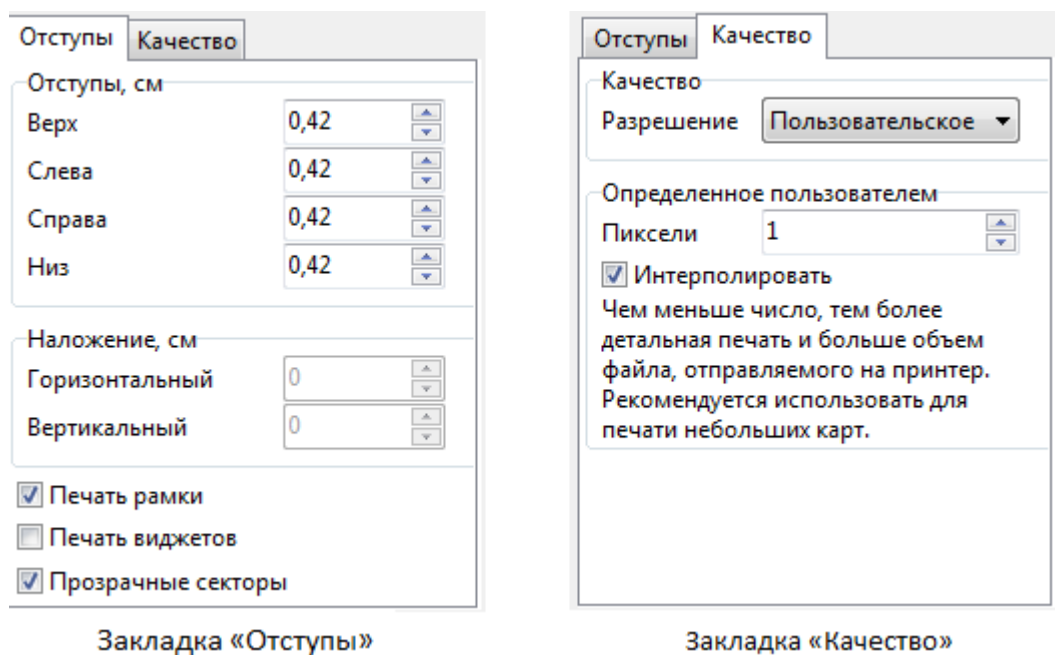

Рис. 97
Параметры страницы устанавливаются на вкладках «*Отступы*» и «*Качество*» (см. рис. 97).
- «*Отступы*» - задаются отступы от краев документа: сверху, снизу, слева и справа (в сантиметрах) (см. рис. 97);
Также возможен пользовательский выбор количества пикселей для указания качества печати (см. рис. 97). Следует выбрать из выпадающего списка «Разрешение» пункт «Дополнительные» и в поле «Пиксели» ввести необходимое количество пикселей.